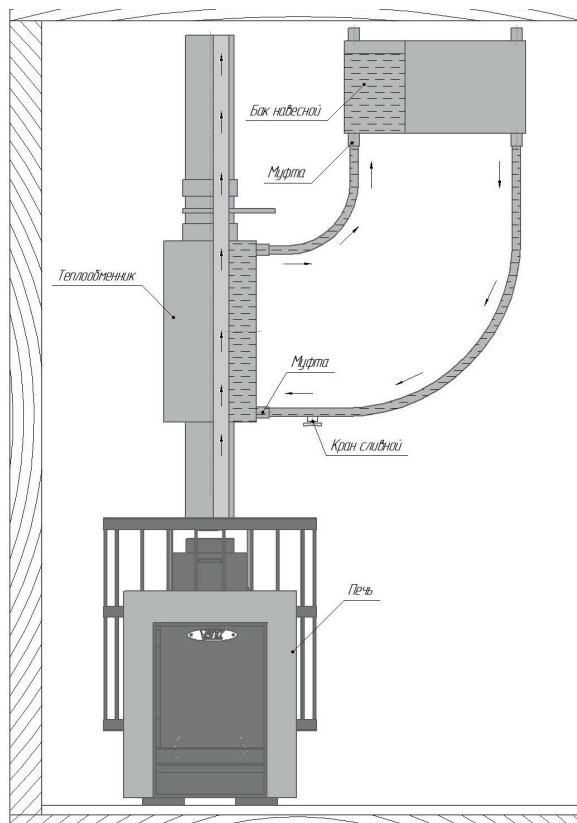

Рисунок 3
2. На печь устанавливается теплообменник, который подсоединяется к выносному баку — это отдельно стоящий бак, который может быть размещен, в любом удобном месте или помещении (рисунок 3).